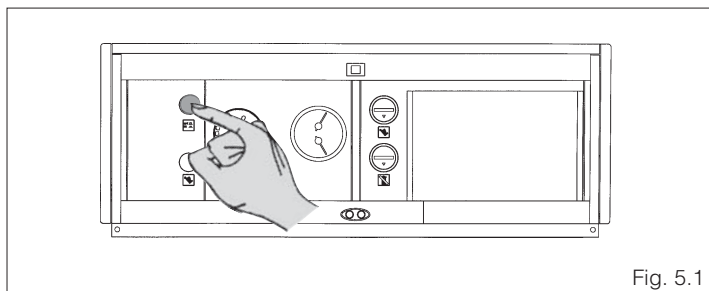

Fig. 5.1
- presionar el interruptor principal del panel de mandos y comprobar si se apaga el LED de indicación verde (fig. 5.1).